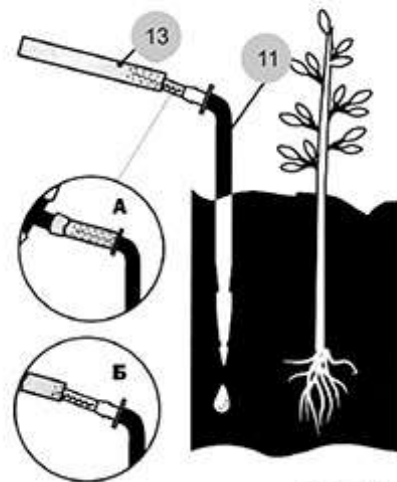

Рис. 6
Обрежьте\*\* излишки Трубки (13), на концы трубки насадите\*\*\* Капельницы (11) (см. рис.6). Капельницу воткните в землю, -как можно ближе к растению, но не повредив его корневую систему. Конструкция капельницы предусматривает, что поступающая к растению вода будет уходить больше в землю, прямо к корням растений. На поверхности воды остается минимум, - для минимального её испарения.
\*\*\* - конструкция гребенки капельницы позволяет дозировать (в небольших пределах) количество воды, подаваемое на конкретное растение. Натянув шланг до конца гребенки капельницы (см.рис.6, поз. А), вы уменьшаете подачу воды. Надев шланг только на начало гребенки (рис.6, поз. Б) вы увеличиваете подачу. Монтируя систему, рекомендуем натягивать шланг на гребенку капельницы полностью (как на рис.6, поз.А).
Капельница льет много / льет недостаточно под конкретное растение	Дозируйте полив, натягивая шланг на гребенку капельницы (стр.5, рис.6)